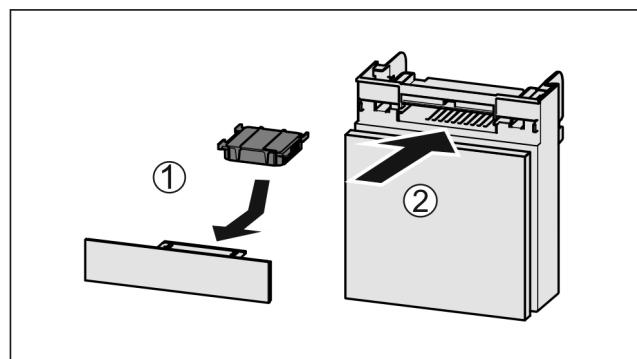

Fig. 103
- Introduceți Fig. 103 (1) filtrul de cărbune activ după cum se vede în figură.
► Împingeți Fig. 103 (2) compartimentul în interior.